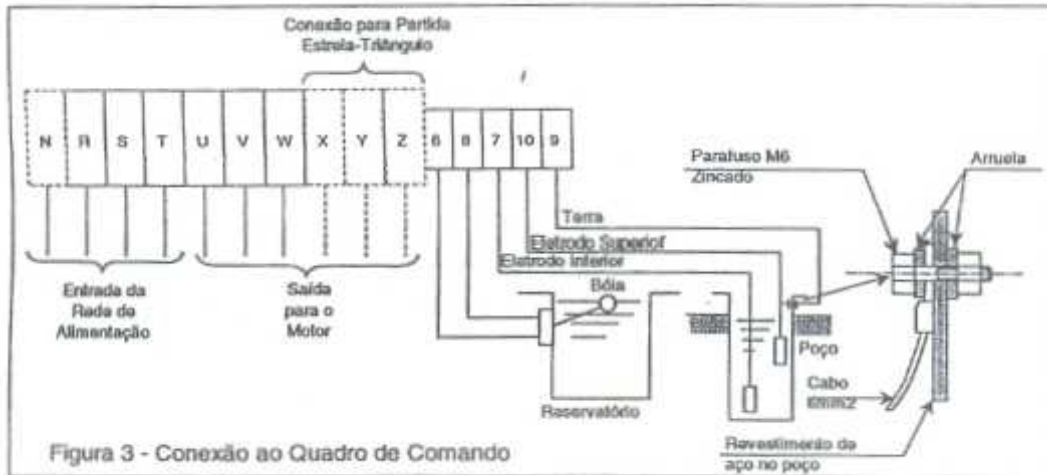

Figura 3 – Conexão ao Quadro de Comando
4.1 Meça a resistência de isolamento do motor novamente e verifique se está acima de $5M\Omega$. Caso estiver, conecte os cabos da instalação na saída para o motor, conforme figura 3.